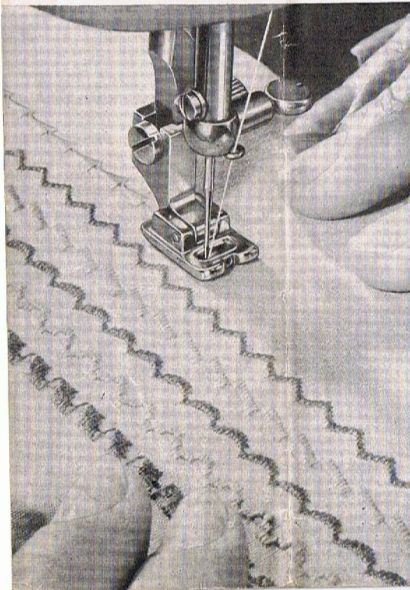

Abbildung 9
- den Zickzack-Kordelfuß Nr. 2757 mit breiter Nute (Abb. 9) anschraubt.